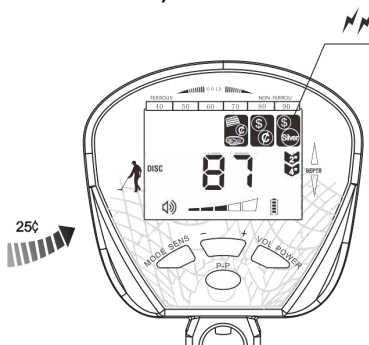

Fig.11
- e) Quando passano gli altri tre campioni, i cursori oggettuali corrispondenti lampeggiano, mentre il cursore numerico visualizza i numeri corrispondenti. (vedi Fig.11, in cui riportiamo l'esempio di moneta d'argento in 25 ¢)
d) Il rivelatore non risponde qualora passano altri cinque campioni. (vedi Fig.11, in cui riportiamo l'esempio di moneta d'argento in 25 ¢)